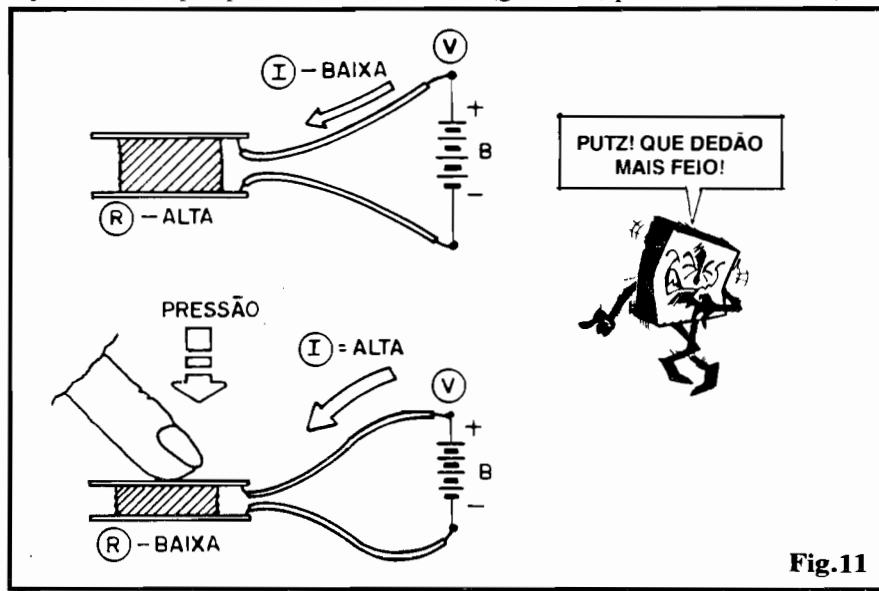

Fig.11
- **FIG. 11** - Se o nosso PDR "home made" for submetido à uma Tensão "V", proveniente de pilhas ou bateria ("B"), circulará pelo dito "componente" uma Corrente "I" relativamente baixa, na condição de repouso (Resistência "R" alta...). Sob pressão, a Resistência "R" do PDR baixa, e a Corrente "I" fica proporcionalmente mais alta! O Leitor/"Aluno" imaginoso e inventivo não encontrará muitas dificuldades em criar "mil e uma" em cima desse fato elétrico... Na verdade, arranjos desse tipo podem funcionar